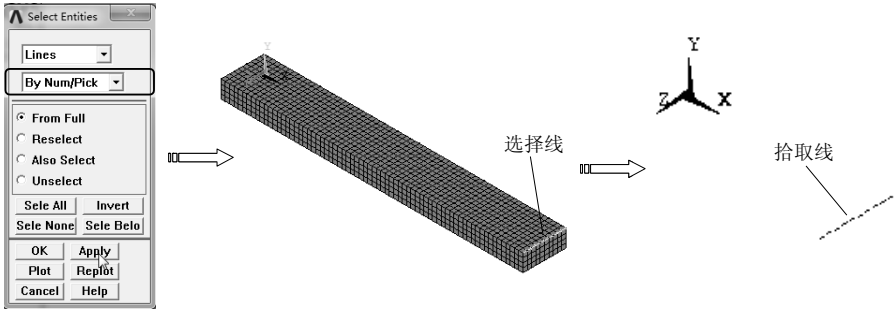

图 9-20 通过位置选取
1) 选择 “Utility Menu>Select>Entities” 命令，弹出 “Select Entities” 对话框，选择拾取对象为 “Lines”，拾取方式为 “By Num/Pick”，单击 “Apply” 按钮，拾取图 9-20 所示的线，单击 “OK” 按钮完成拾取，然后单击 “Plot” 按钮显示所选中的线，如图 9-20 所示。